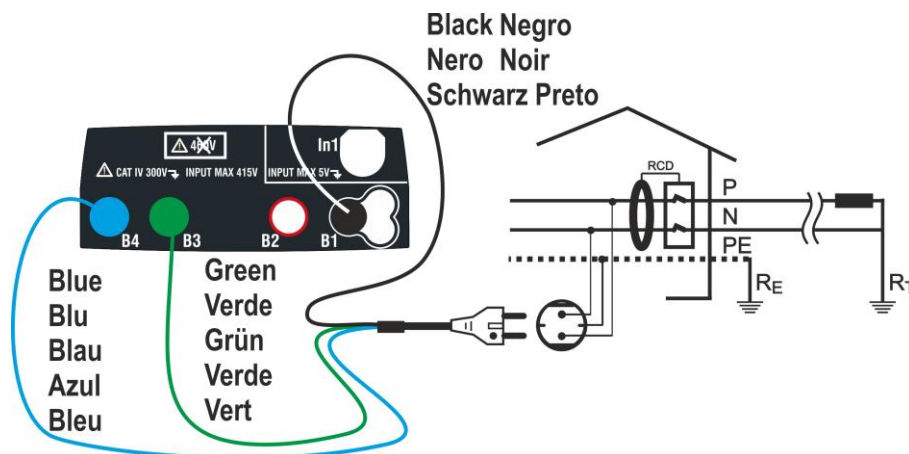
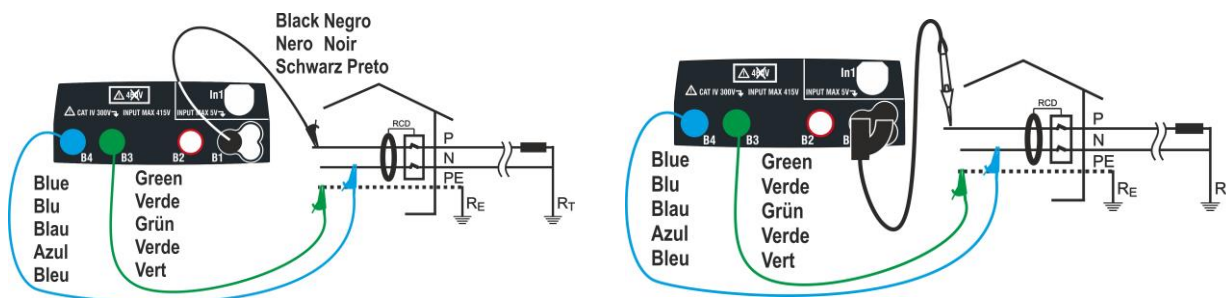
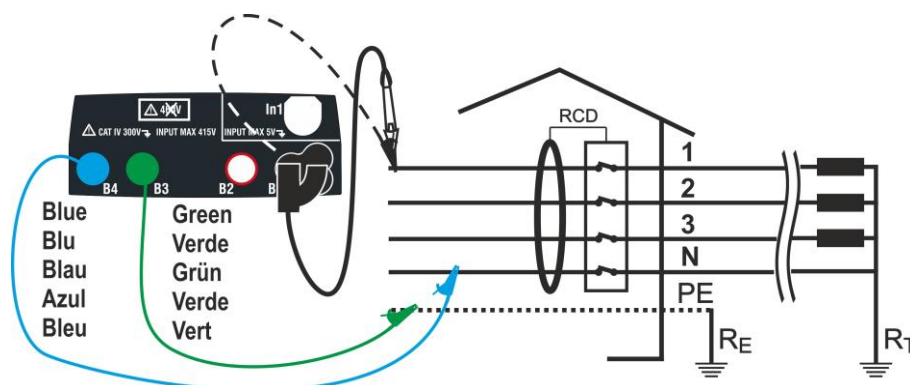
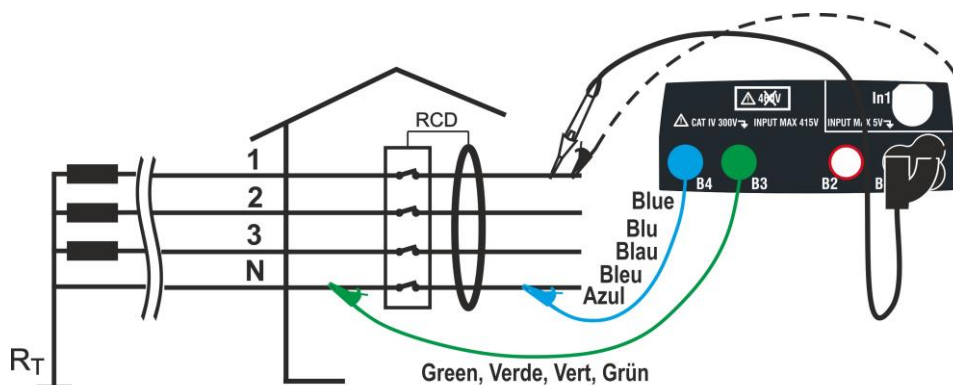

Fig. 12: Collegamento in sistema monofase 230V tramite spina shuko
Fig. 13: Collegamento in sistema monofase 230V con cavi singoli e puntale remoto
Fig. 14: Collegamento in sistema trifase 400V + N + PE con cavi singoli e puntale remoto
Fig. 15: Collegamento 400V+ N (no PE) con cavi e puntale remoto
8. Inserire i connettori verde, blu e nero del cavo shuko a tre terminali nei corrispondenti terminali di ingresso dello strumento B3, B4, B1. In alternativa utilizzare i cavi singoli ed inserire all'estremità dei cavi rimasta libera i corrispondenti coccodrilli. Eventualmente utilizzare il puntale remoto inserendone il connettore multipolare nel terminale di ingresso B1. Connettere la spina shuko, i coccodrilli od il puntale remoto alla rete elettrica in accordo alle Fig. 12, Fig. 13, Fig. 14, Fig. 15 e Fig. 16